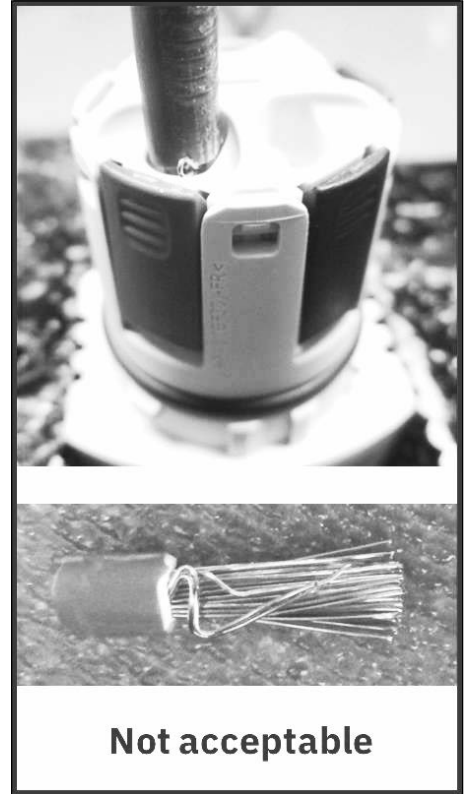

fig.1
- Il cliente finale garantisce che i singoli trefoli del cavo non si pieghino lateralmente durante il collegamento. Fig. 1 mostra un esempio di una condizione inaccettabile di un cavo collegato.